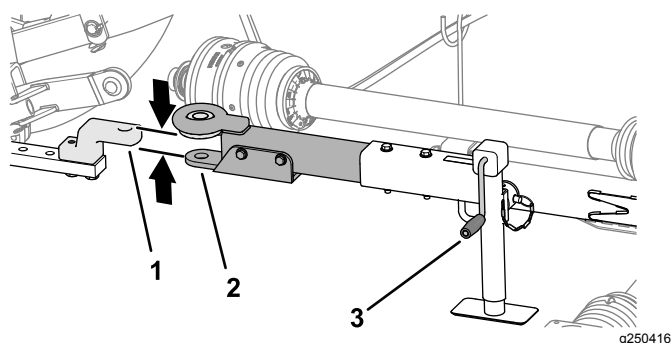

Figura 28
1. Utilizzate la stegola del martinetto per sollevare o abbassare il martinetto della barra di traino e allineare la barra di traino al timone o all'attacco a cardine (Figura 28).
3. Allineate il timone o l'attacco a cardine del veicolo di traino alla barra di traino del tosaerba (Figura 28).